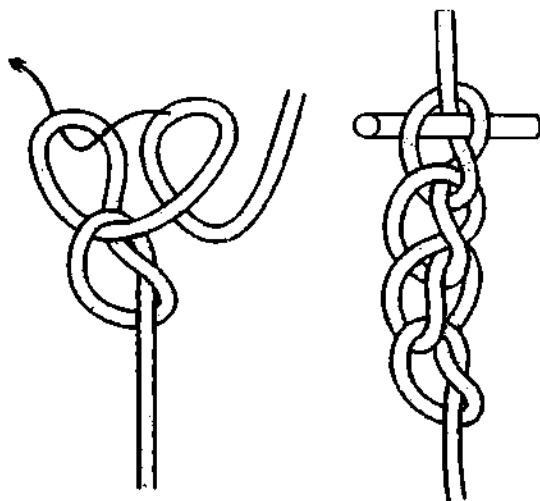

Рис. 149. **Мартышкина цепочка**, связанная из калышек.
**Мартышкину цепочку** можно связать из калышек (рис. 149). Скорость плетения немного падает, но цепочка становится жёстче и компактней.